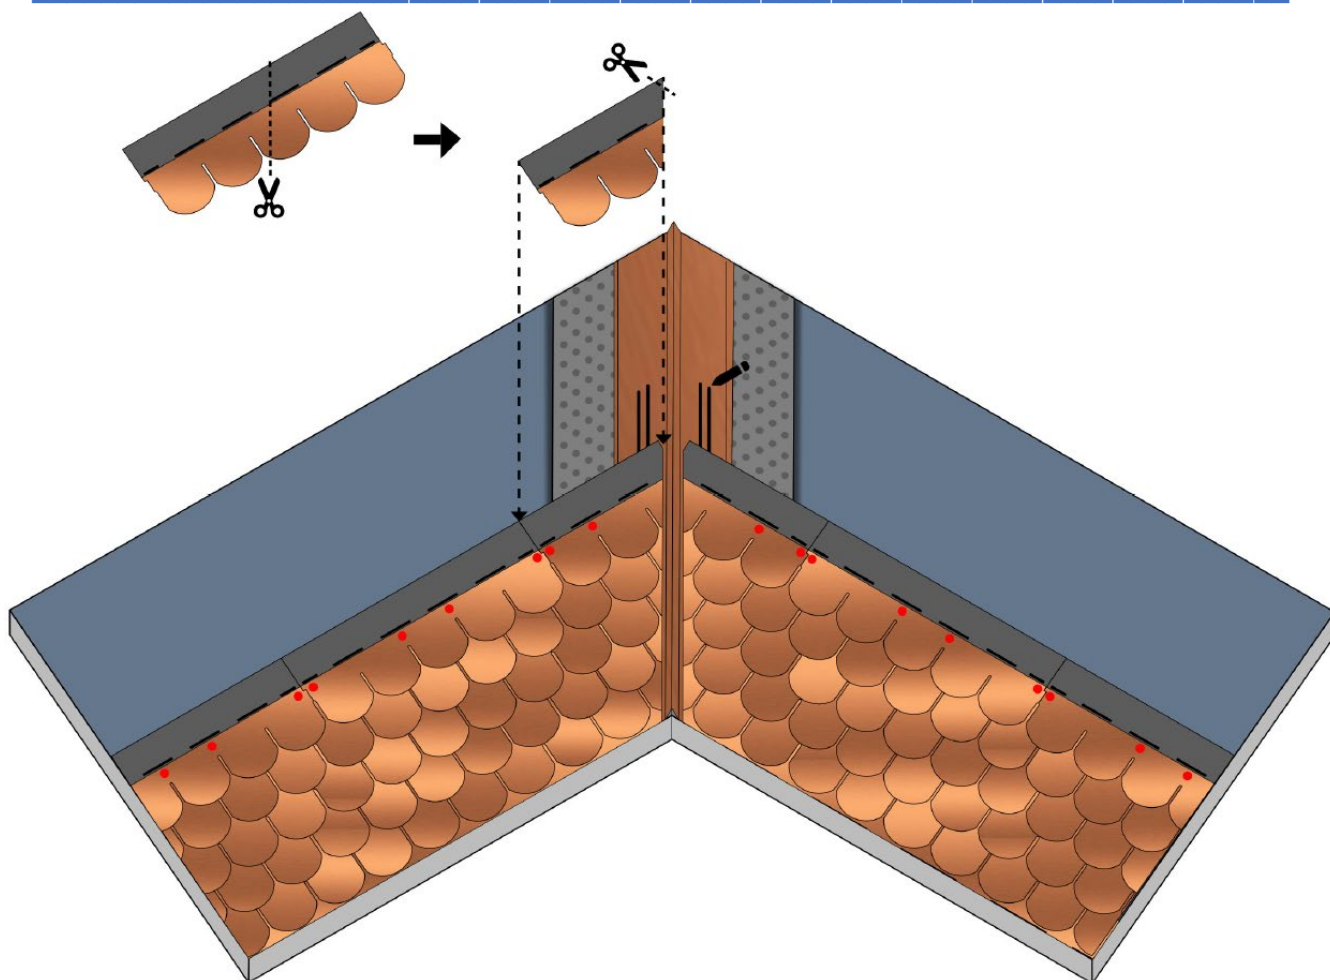

Fig. 14 - Posa tegole sul compluvio
- Posare quindi la fila di partenza e le tegole della prima falda, fino alla linea di compluvio, tagliandole a 3 cm e parallelamente alla linea di compluvio. Fissare le tegole e la fila di partenza con dei chiodi inox, fino a circa 40 cm dalla linea di compluvio e con del Bitustick, posato in due righe parallele, a distanze inferiori di 40 cm dalla linea di compluvio, sopra al compluvio metallico, Fig. 14. È consigliabile inoltre tagliare trasversalmente lo spigolo superiore della tegola al compluvio, in modo da convogliare l'acqua discendente lungo l'asse del compluvio, Fig. 14.
- Ripetere la stessa procedura anche per la seconda falda. Alla fine, dovrà risultare un canale tra le tegole, sul compluvio metallico, dove l'acqua scorrerà in via preferenziale, Fig. 14.